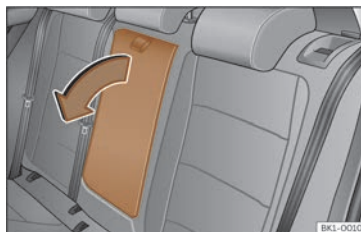

Abb. 75 Herausklappbare Mittelarmlehne hinten (schematische Darstellung).
- Zum **Ausklappen** der Armlehne, Zugschleife in Pfeilrichtung ziehen >>> (**Abb. 75**).